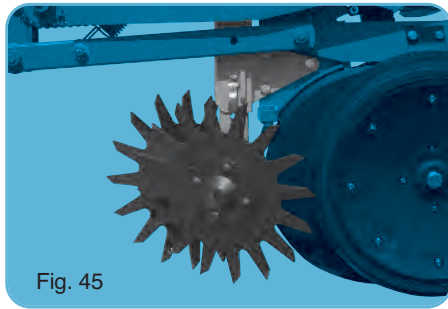

Fig. 45
- Trash wheel (fig. 45).
- Roată de aruncare a gunoii (fig. 45).
- Obrotowy roznosiacz resztek roślinnych (fig. 45).
- Кола за отстраняване на растителни остатъци (fig. 45).